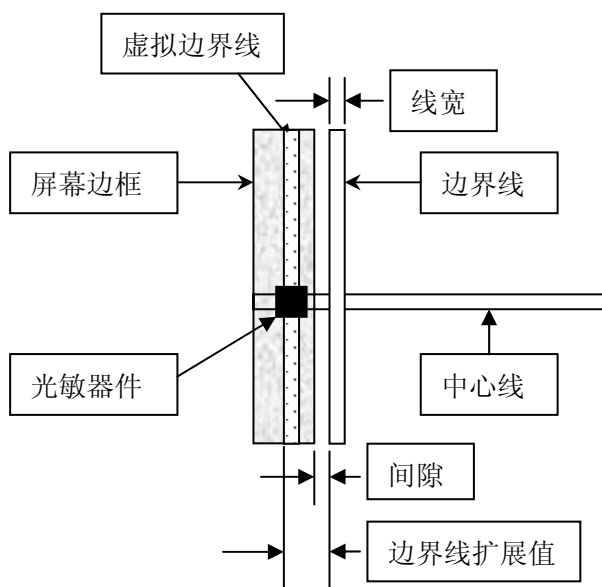

图 14 左边界光敏器件的位置要求
D. 由于光敏器件隐藏在边框内部, 离边界线有一定的距离, 如下图 14 示, 必须设定一个虚拟的边界线, 使之正好或最接近光敏器件。在“工程师菜单”中, 自动会聚左右边界线扩展值 (AUTO LRB)、自动会聚上下边界线扩展值 (AUTO UDB) 描述的是光敏器件到实际边界线的距离, 单位用线宽来表示。扩展后边界线就是虚拟的边界线。自动会聚左右边界线扩展值 (AUTO LRB) 合适可以使在水平中心线上的光敏器件的水平坐标为 0; 自动会聚上下边界线扩展值 (AUTO UDB) 合适可以使在垂直中心线上的光敏器件的垂直坐标为 0。对于成熟生产的某一种型号的电视, 自动会聚边界线扩展值已确定, 在生产和售后时不需调节。